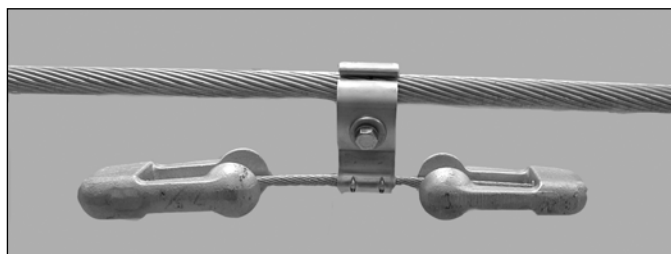

Figura 8: Amortecedor completamente instalado
3.06 A figura 8 mostra uma instalação completada de um Amortecedor VORTX™ sobre o condutor.